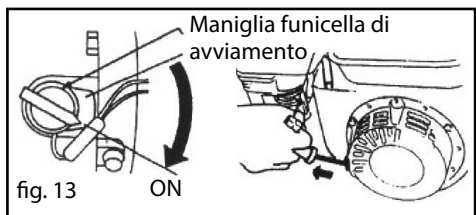

fig. 13
8. Avviare il motore (Fig. 13).